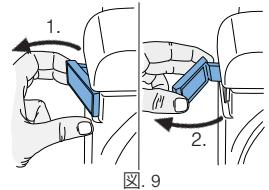

図. 9
- ・開戸錠を開いてください（図9）。
- ・開戸錠を開いてから（図9）、扉を外して、傍らに置いてください。
- ・開戸錠を開いてから（図9）、扉を外して傍らに置いてください。